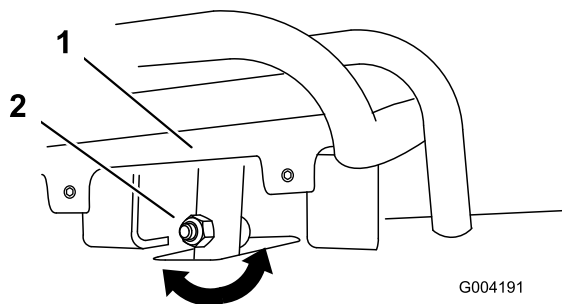
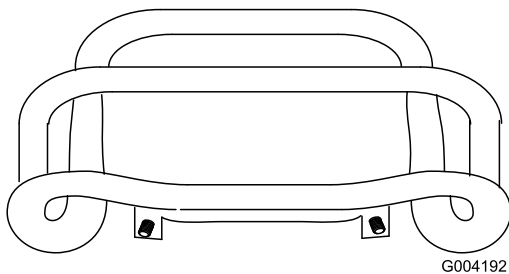

Figura 48
Figura 49
4. Si la parte delantera del control de tracción no queda enrasada con y paralela a la barra de referencia, afloje la tuerca con arandela prensada y el perno del tubo del control de tracción (Figura 48).
5. Ajuste el control de tracción hasta que quede enrasado con la barra de referencia al tirar del mismo hacia atrás del todo (Figura 48 y Figura 49).